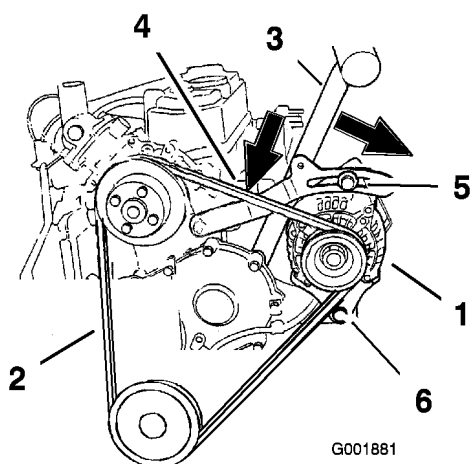

Figure 62
5. Desserrez les deux boulons de fixation de l'alternateur (Figure 62).
6. Retirez la courroie des poulies et de l'alternateur (Figure 62).
7. Installez une courroie neuve autour des poulies et de l'alternateur (Figure 62).
1. Placez une poignée entre l'alternateur et le bloc-cylindres (Figure 62).
2. Réglez l'alternateur à l'extérieur jusqu'à ce que la courroie présente une flèche de 10 à 13 mm entre le moteur et l'alternateur (Figure 62).
5. Si la flèche est correcte, serrez le boulon supérieur à 19 Nm et le boulon inférieur à 61 Nm (Figure 62).